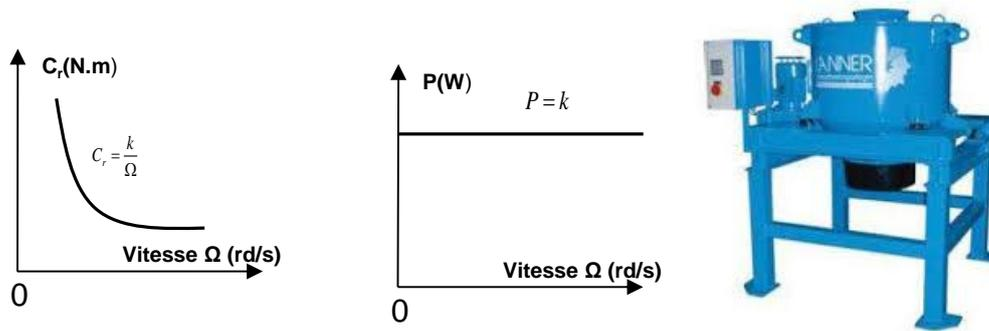

Figure 7. Machines à puissance constante
2) Machines à puissance constante. Exemple : essoreuse (Figure 7)